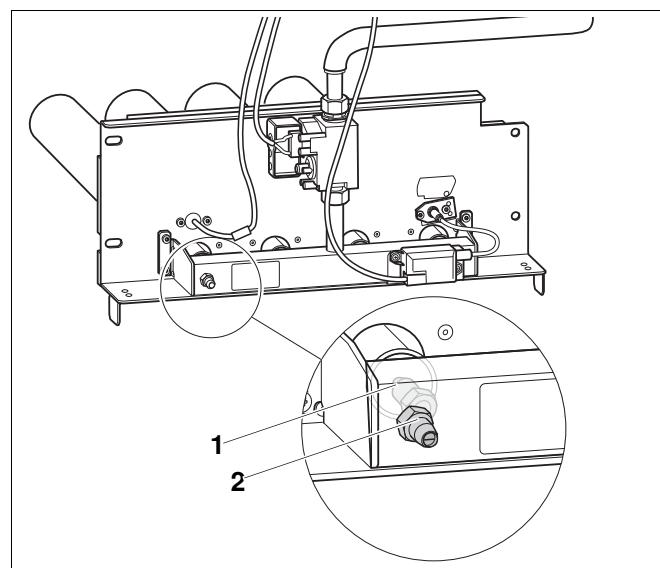

Рис. 48 Замена форсунок основного газа
- Заменить форсунки основного газа (Рис. 48, **поз. 1**) на форсунки для нового вида газа. При этом нужно установить новые уплотнения.
- На два оборота открутить измерительный ниппель (Рис. 48, **поз. 2**) на газораспределительной гребенке и надеть измерительный шланг U-образного манометра.